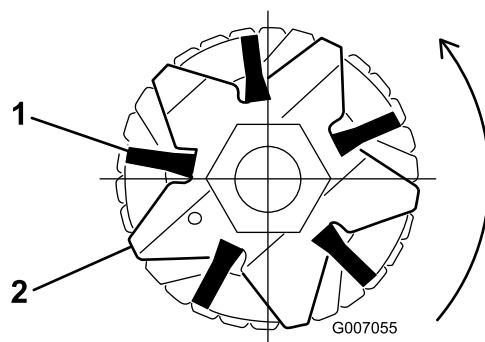
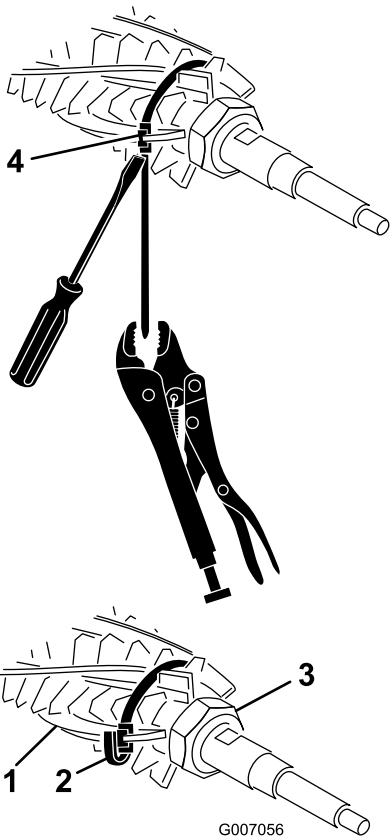

図 39
図 40
2. ブラシがグルーマ刃のスロットにきちんと入っていることを確認する図39と図40。
3. 図40に示すように、グルーマリールのシャフトの周囲にストラップを仮巻きし、ストラップをブラシの溝に差し込む図39 そして、ストラップが以下の刃の間にうるようブラシの位置を調整する1-2, 14-15, 28-29及び41-42。
注 ブルーマのブラシが刃のスロットに正しく嵌まっていない場合には、グルーマシャフトの両端についているグルーマ刃の固定ナットをゆるめ、ブルーマブラシの位置を正しく刃のスロットに調整しながらグルーマ刃の固定ナットを締め付ける図40。
4. ドライバをストラップバックルに押し付けながら、ストラップを万力プライヤでしっかりと握ってきつく引っ張ってブラシの溝に固定する図40。
5. バックルから約6mmのところでストラップを切断し、あまたったストラップをバックルに織り込む図40。